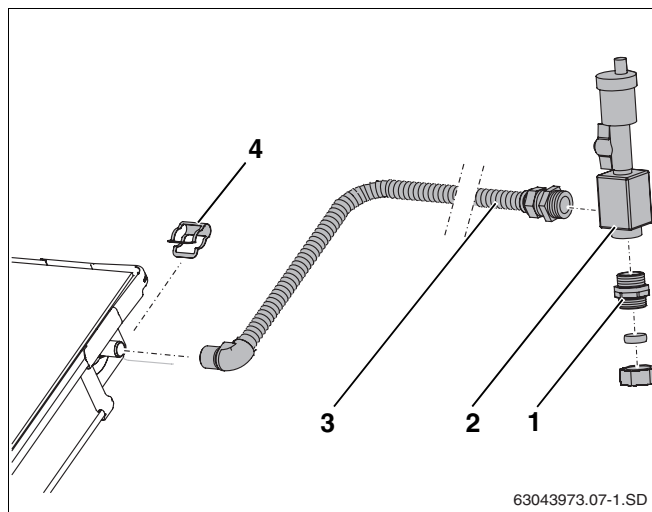

Fig. 37 Montage du purgeur sous le toit
- Insérer le tube de raccordement (fig. 37, **pos. 3**) sur le raccordement de départ du champ de capteurs et fixer à l'aide de la bride de fixation (fig. 37, **pos. 4**).
- Visser à fond le tube de raccordement (fig. 37, **pos. 3**) et le mamelon (fig. 37, **pos. 1**) sur le pot de purge (joint torique).
- Raccorder le tube collecteur au mamelon avec le raccord-union par anneau de serrage (fig. 37, **pos. 1**).